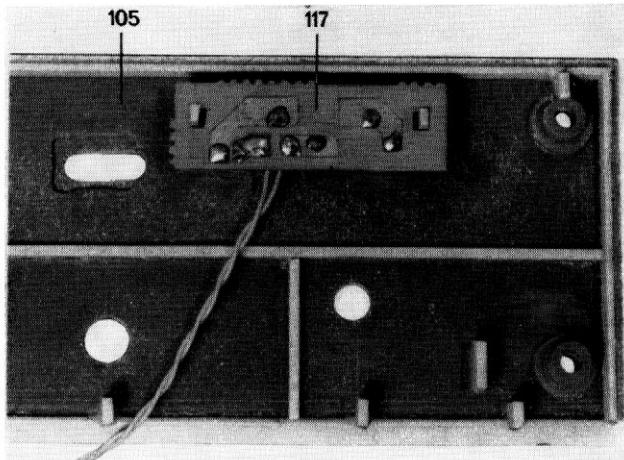

Abb. 9
6.4. Wechsel der Netzanzeige (Abb. 9)